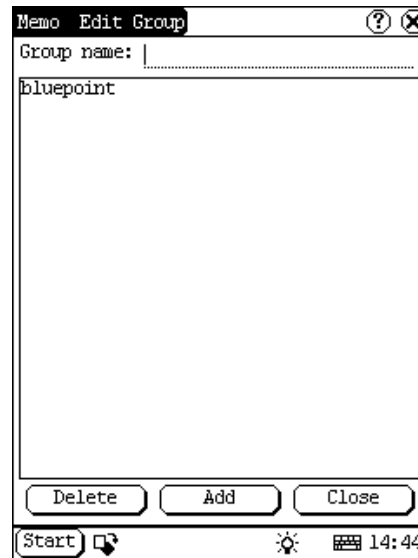

Abb. 4-18
- 1) Zum Anzeigen der Typenliste klicken Sie auf [▼] auf dem Interface ① oben rechts.
- 5) Klicken Sie auf [Hinzufügen], um einen neuen Typ hinzuzufügen. Es wird in dem Listenfeld des Bearbeitungsgruppe-Interfaces angezeigt. (Siehe Abb. 4-18)
*Das interface ① : Es vertritt das Memo-Interface, das neue Memo-Interface und das Memo-Bearbeitungsinterface.*